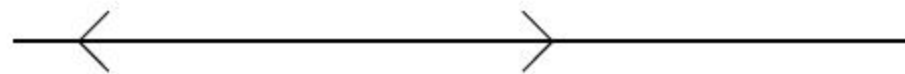

图9-116 复制图形
**03** 调用MI【镜像】命令，向右镜像复制图形，如图9-116所示。